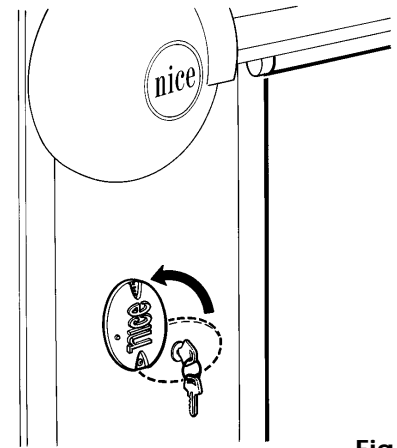
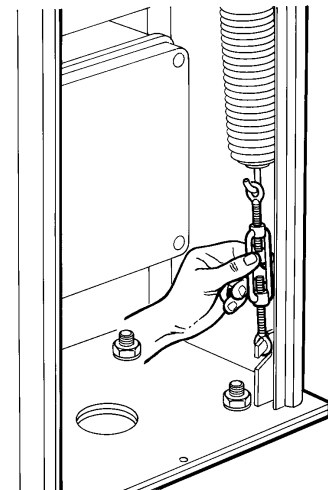
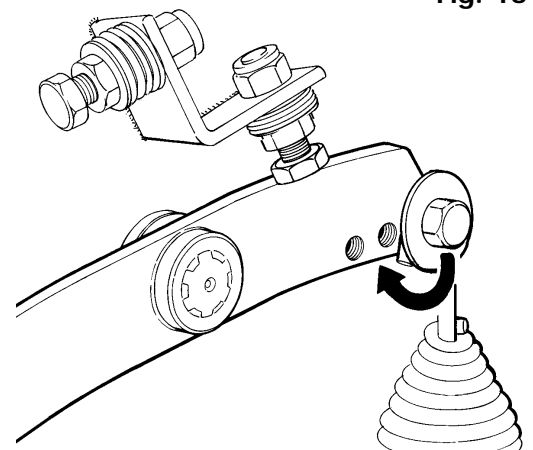

Fig. 13
Fig. 14
Fig. 15
- A) Alzare il coperchio copriserratura come indicato in fig. 13.
- A) Lift the lock cover as shown in Fig. 13.
- A) Faire pivoter le couvercle de protection de la serrure comme l'indique la fig. 13
- A) Levante la tapa que cubre la cerradura como indicado en la fig. 13.
Sbloccare la barriera (funzionamento manuale vedi fig. 13) ed agire sul tirante di regolazione molla (fig.14). L'asta sarà esattamente bilanciata quando rimarrà a 45° senza cadere verso il basso o salire verso l'alto. Qualora si utilizzi un'asta molto corta, senza alcun accessorio, la potenza della molla sarà eccessiva attaccare quindi la molla sul 2° foro della leva uscita motoriduttore vedi figura 15.
Correct balancing is essential if the boom gate is going to work properly. Rectify balancing only when the bar is mounted and with all the accessories installed (if any). Release the boom gate (manual functioning see Fig. 13) and act on the spring adjusting tie-rod (Fig. 14). The bar is properly balanced when it stays at an angle of 45° without falling or rising. If you are using a very short bar without any accessories, the power of the spring will be far too strong: in this case connect the spring to the 2nd hole of the gearmotor output lever, see Fig. 15.
Un équilibrage correct est fondamental pour le bon fonctionnement de la barrière. Cette opération doit être effectuée seulement quand la barre est montée de manière définitive et avec tous les éventuels accessoires. Débloquer la barrière (fonctionnement manuel voir fig. 13) et agir sur la tringle de réglage du ressort (fig. 14). La barre sera correctement équilibrée quand elle restera à 45° sans tomber vers le bas ou monter vers le haut. Si on utilise une barre très courte, sans aucun accessoire, la puissance du ressort sera excessive; fixer donc le ressort sur le 2e trou du levier de sortie du motoréducteur (voir fig. 15).
Die Schranke entriegeln (manueller Betrieb - siehe Abb. 13) und den Federspanner (Abb. 14) betätigen. Die Stange ist perfekt ausgeglichen, wenn sie ohne nach unten zu fallen oder nach oben zu gehen im 45° Winkel bleibt.
Sollte eine sehr kurze Stange ohne Zubehörteile benutzt werden, wird die Kraft der Feder zu groß sein. Daher die Feder in das 2. Loch des Außenhebels des Getriebemotors einsetzen - siehe Abb. 15.
Desbloquee la barrera (funcionamiento manual, véase fig. 13) y regule mediante el tensor de regulación del muelle (fig. 14). La barrera estará perfectamente equilibrada cuando quede a 45° sin que se caiga o se suba.